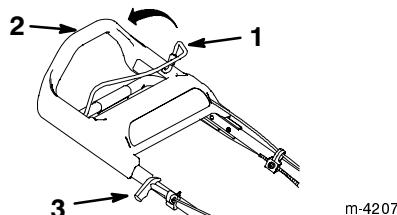

Figure 10
- Serrez la barre de commande de la lame contre la partie supérieure du mancheron (Fig. 10).
- Tirez lentement la poignée du lanceur jusqu'à ce que vous sentiez une résistance, puis tirez vigoureusement (Fig. 10).